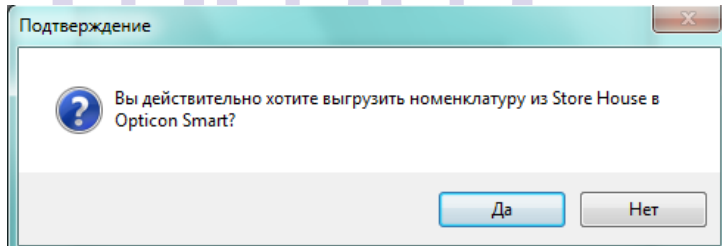

Рис. 449
4. Система запросит подтверждение (см. Рис. 449). Для выгрузки данных из SH в терминал необходимо выбрать ответ [Да].